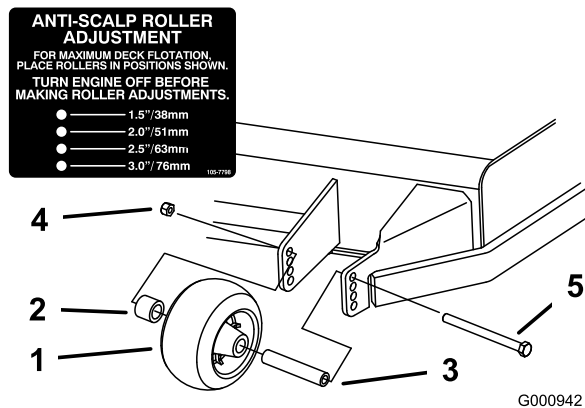
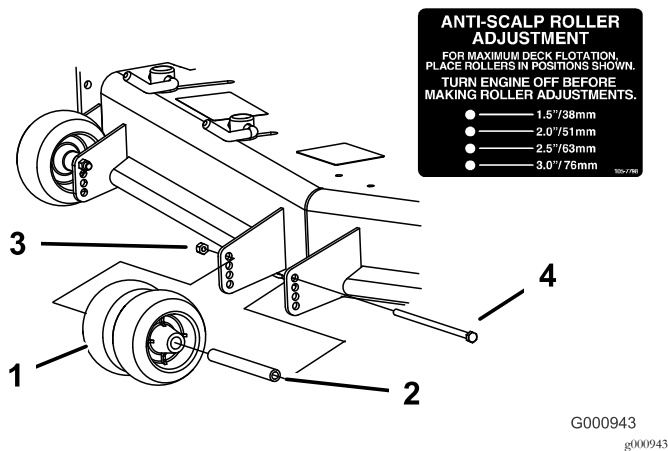
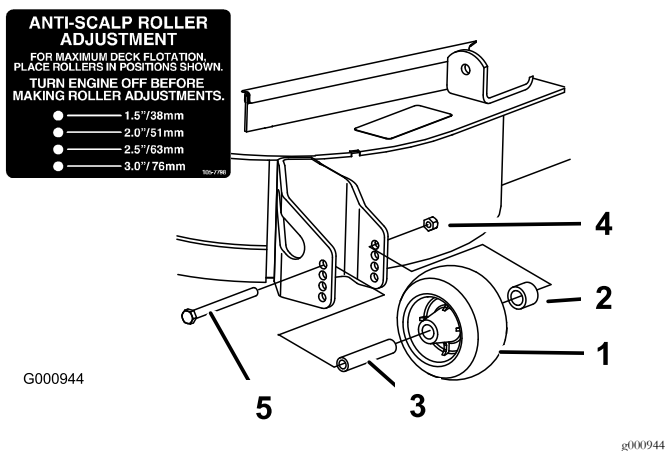

Figura 20
Figura 21
Figura 22
3. Después de ajustar la altura de corte, ajuste los rodillos retirando la tuerca con arandela prensada, el casquillo, el espaciador y el perno (Figura 20, Figura 21, y Figura 22).
Nota: Los dos rodillos centrales no tendrán espaciador (Figura 21).
5. Instale la tuerca con arandela prensada, el casquillo, el espaciador y el perno. Apriete a 54–61 N·m (40–45 pies-libra) (Figura 20, Figura 21 y Figura 22).